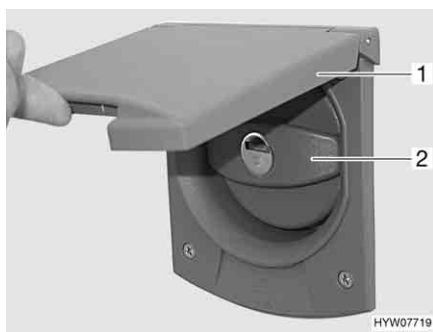

Fig. 81 Coperchio per bocchettone di riempimento dell'acqua potabile
- Alzare lo sportello esterno (Fig. 81,1) verso l'alto.
- Ruotare il coperchio blu (Fig. 81,2) di un quarto di giro.